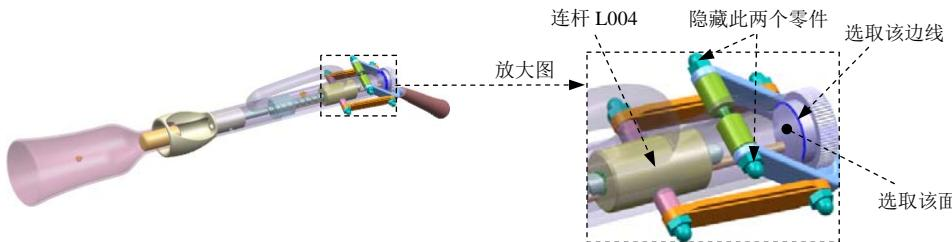
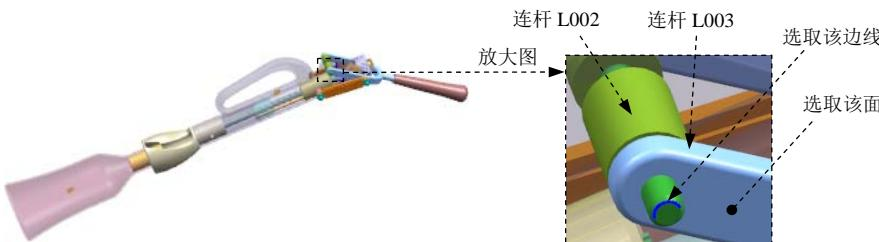

图 10.7.10 定义柱面副（一）
图 10.7.11 定义旋转副（一）
- (1) 选择下拉菜单 **插入(S)** → **运动副(D...)** 命令，系统弹出“运动副”对话框。
- (2) 定义运动副类型。在“运动副”对话框 **定义** 选项卡的 **类型** 下拉列表中选择 **柱面副** 选项。
- (3) 选择连杆。显示所有的连杆，然后选取图 10.7.10 所示的连杆 L004。
- (4) 定义原点及矢量。在“运动副”对话框的 **指定原点** 下拉列表中选取“圆弧中心” **◎** 选项，在模型中选取图 10.7.10 所示的圆弧为定位原点参照；选取图 10.7.10 所示的面作为
(1) 定义运动副类型。在“运动副”对话框**定义**选项卡的**类型**下拉列表中选择**旋转副**选项。
(2) 选择连杆。将图 10.7.10 所示的两个零件进行隐藏，然后选取图 10.7.11 所示的连杆 L003。
(3) 定义原点及矢量。在“运动副”对话框的**指定原点**下拉列表中选取“圆弧中心”**◎**选项，在模型中选取图 10.7.11 所示的圆弧为定位原点参照；选取图 10.7.11 所示的面作为矢量参考面。
(4) 添加啮合连杆。在“运动副”对话框的基本区域中选中**啮合连杆**复选框，单击**选择连杆 (0)**，选取图 10.7.11 所示的连杆 L002。
(5) 定义啮合连杆原点及矢量。在“运动副”对话框**基本**区域的✓ 指定原点下拉列表中选取“圆弧中心”选项，在模型中选取图 10.7.11 所示的圆弧为定位原点参照；选取图 10.7.11 所示的面作为矢量参考面。
(6) 单击应用按钮，完成第二个运动副的添加。